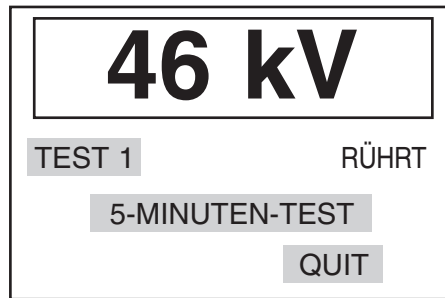

Abbildung 7 Bildschirm: Rührphase
3. Bei Auftreten eines Durchschlags (oder Erreichen der Höchstspannung) wird die Prüfspannung abgeschaltet; die 'kV' Warnanzeige erlischt, und das Prüfgerät tritt in die Ölproben-Rührphase ein. Der Rührer dreht sich 30 Sekunden lang; dabei bleibt die Durchschlagsspannung des Vorangegangenen Tests auf dem Display stehen. Der Bildschirm ist der Darstellung in Abbildung 7 ähnlich.
3. Bei Auftreten eines Durchschlags (oder Erreichen der Höchstspannung) wird die Prüfspannung abgeschaltet; die 'kV' Warnanzeige erlischt, und das Prüfgerät tritt in die Ölproben-Rührphase ein. Der Rührer dreht sich für die Dauer von 1 Minute; dabei bleibt die Durchschlagsspannung des vorangegangenen Tests auf dem Display stehen. Der Bildschirm ist der Darstellung in Abbildung 7 ähnlich.